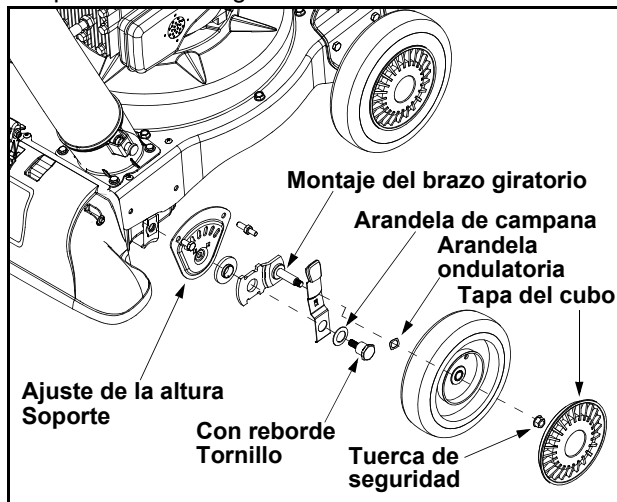

Figura 16
- Quite los tapacuboss delanteros, ciérrese chiflado, ruedas delanteras, y las arandelas de onda(ola) que atan a las asambleas de brazo de pivote. Ver la Figura 16.